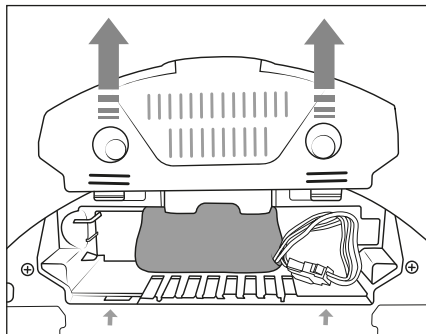

Fig. 13
- 1) Hiqni kapakun e ndarjes së baterisë **15** nga pajisja (shih Fig. 13).